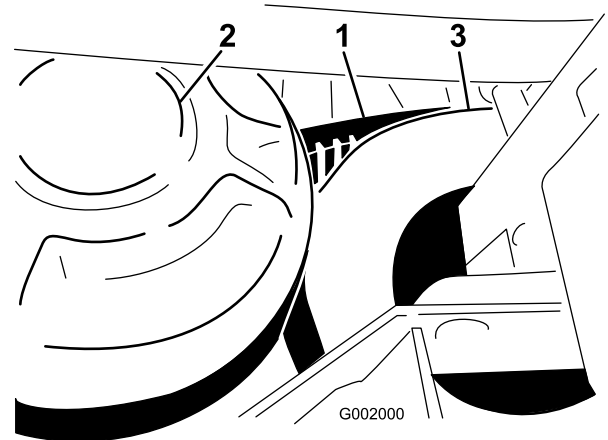

Bild 64
1. Drehen Sie den Riemen und verlegen ihn über die sekundäre Kupplung (Bild 64).